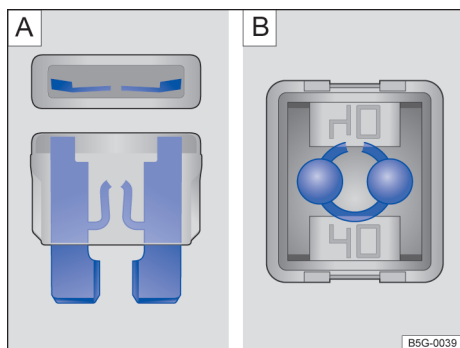

Fig. 202 Fusível queimado: A) Fusível encaixável plano. B) Fusível tipo bloco.
- É possível saber se um *fusível encaixável plano* (ATO®, MINI®) está queimado pela fita de metal queimada visível por cima e pelas laterais através da carcaça transparente → Fig. 202 [A].
- É possível saber se um *fusível tipo bloco* (JCA-SE®) está queimado pela fita de metal queimada visível por cima através da carcaça transparente → Fig. 202 [B].